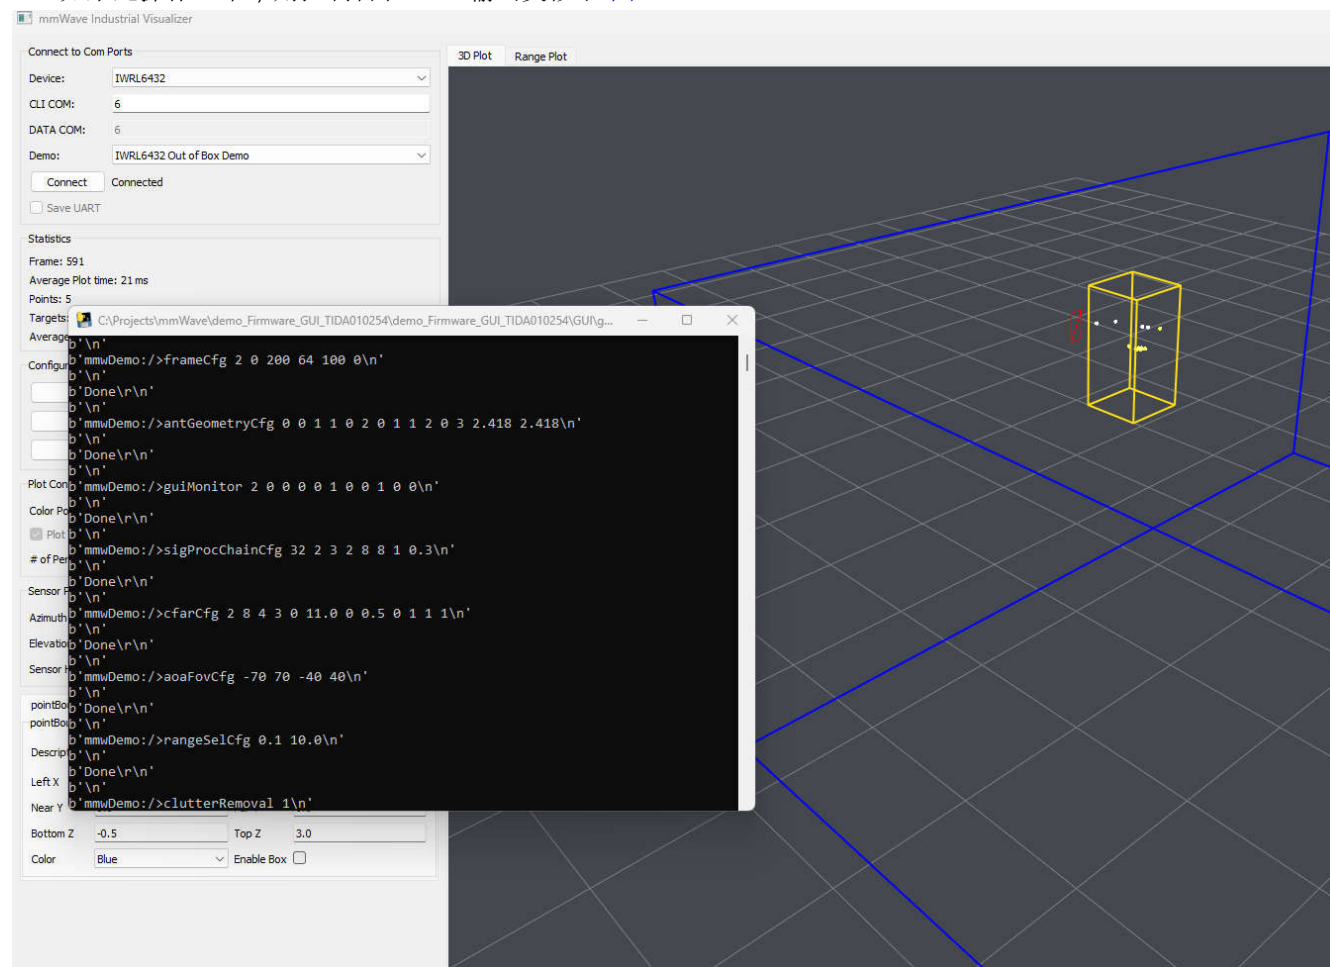

图 3-10. 毫米波工业 3D 观察器输出
7. 如果此操作正常，则控制台和 GUI 输出类似于 图 3-10。